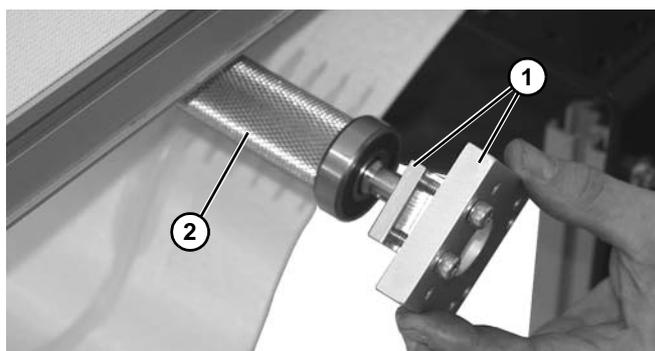

Figure 75
- Séparer les blocs de montage (**Figure 75, élément 1**) de la broche (**Figure 75, élément 2**).